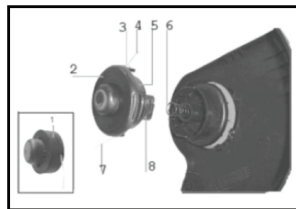

Рис.3
3. Снимите крышку (2) катушки, для чего нужно освободить ее из фиксаторов 4 и 7 (рис.3), нажав пальцами на соответствующие места (ограничены направляющими 3) на корпусе катушки. Извлеките шпульку (5) и пружину (6) из катушки.